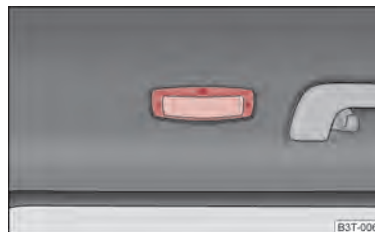

Abb. 44 Fahrzeuginnenbeleuchtung hinten
- Drücken Sie das Abdeckglas im Bereich des Symbols  \Rightarrow Abb. 44.